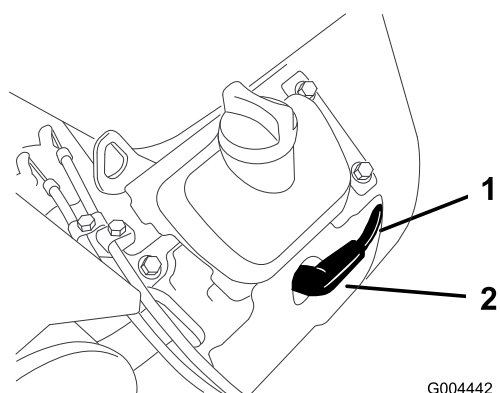

Figura 37
3. Retire el/los cable(s) de la(s) bujía(s) (Figura 37). Ahora limpie alrededor de la(s) bujía(s) para evitar que entre suciedad en el motor, lo que podría dañarlo.
- Conecte el/los cable(s) a la(s) bujía(s) (Figura 37).